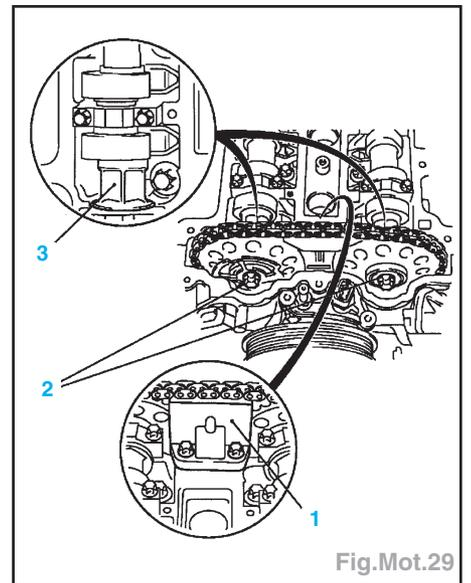

Fig.Mot.29
- Déposer la glissière (1), les pignons de distribution en les maintenant par les six pans (3) et retirer le disque de capteur de phase (Fig.Mot.29).